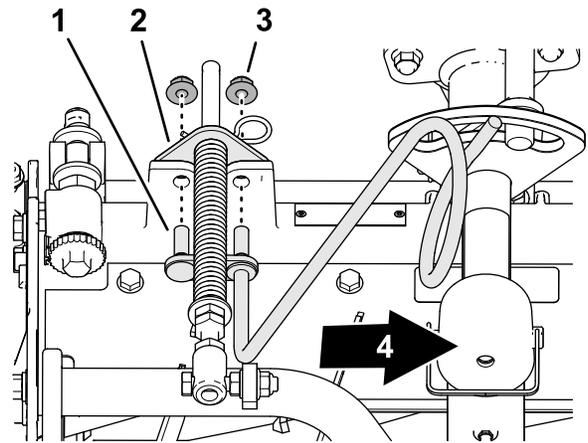

Bild 15
3. Richten Sie die Bolzen der rechten Schlauchführung mit den Löchern im Rahmen des Mähwerks und der Halterung der Rasenkompensierung aus (Bild 15).